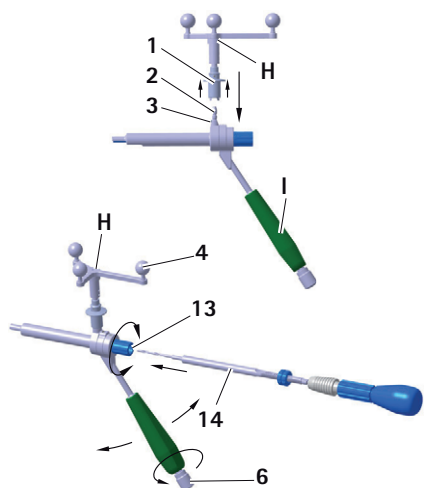

Рис. 10 Установка звездообразного блока Aescular на направляющую втулку S⁴C для винтов с цилиндрическим хвостовиком
- ▶ Для беспрепятственной визуализации камерой отражающих маркерных шариков, ослабить круглую ручку 6 на рукоятке S⁴C направляющей втулки S⁴C I и повернуть звездообразный блок Aescular H в нужное положение, см. Рис. 10.